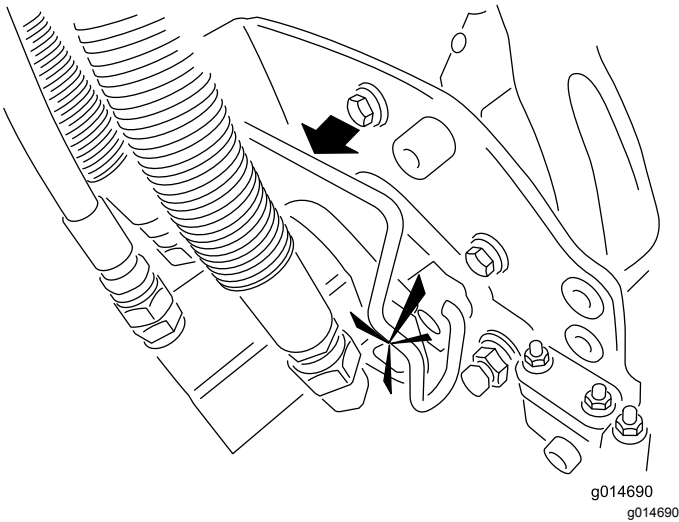

Figura 13
7. Revista o veio estriado do motor da unidade de corte com massa lubrificante limpa (Figura 13).
8. Insira o motor no lado esquerdo da unidade de corte (visto da posição do operador) e empurre a barra de retenção do motor na unidade de corte na direção do motor até ouvir um “clique” de ambos os lados do motor (Figura 13).